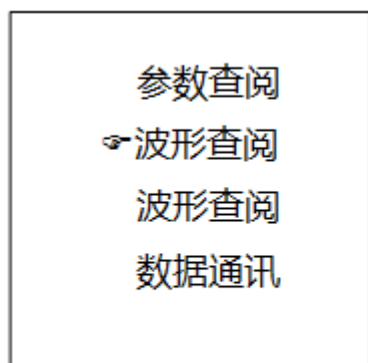

图6
1、打印完后按“退出”键进入图6所示的“处理菜单”，移动光标到“波形存储”处，按“确认”键则菜单中将出现一个“■ 2”项。这个数字代表当前储存的位置，用“↑”、“↓”键可改变“■ 2”的数值即改变储存的位置。选择存储位置后，按“确认”键仪器自动删改“■ 2”的内容，“■ 2”变为“OK”字样后则存储完毕。